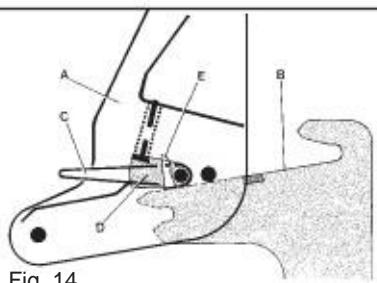

Fig. 14
- 1 - De tractor LANGZAAM VOOR UIT rijden, evenwijdig en gecentraald tussen de armen van de lader totdat de assen zich vastzetten onder de haken. (Fig. 14, 15,16).